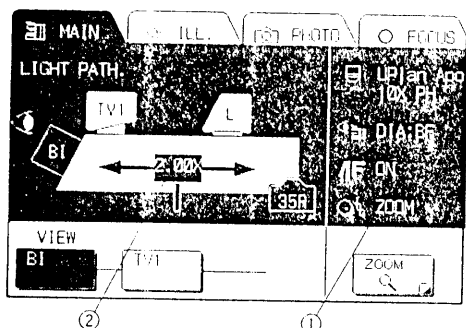

図 32
- ・INIT. 画面にて“メイン操作画面JOG割り当て設定”で [ZOOM] (1) を選択していれば、ZOOM変倍設定画面を表示せずに、MAIN画面 (2) (ZOOM 表示されている) のままで、JOGダイヤルにて、必要倍率 2 が設定できます。(図32)